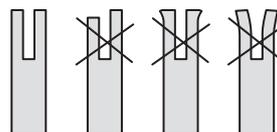

Fig.42
5. Pour vérifier l'état d'usure du rail: appliquez le bord droit d'une règle contre le bord des lames de coupe, comme indiqué sur l'illustration ci-dessous. Si le rail du guide-chaîne est en bon état, il doit y avoir un interstice entre la règle et le guide-chaîne. S'il n'y a aucun interstice (c.à.d. si vous pouvez appliquer la règle contre le guide-chaîne sur toute sa longueur), le rail du guide-chaîne est usé et a besoin d'être remplacé par un rail du même type (Fig. 42).